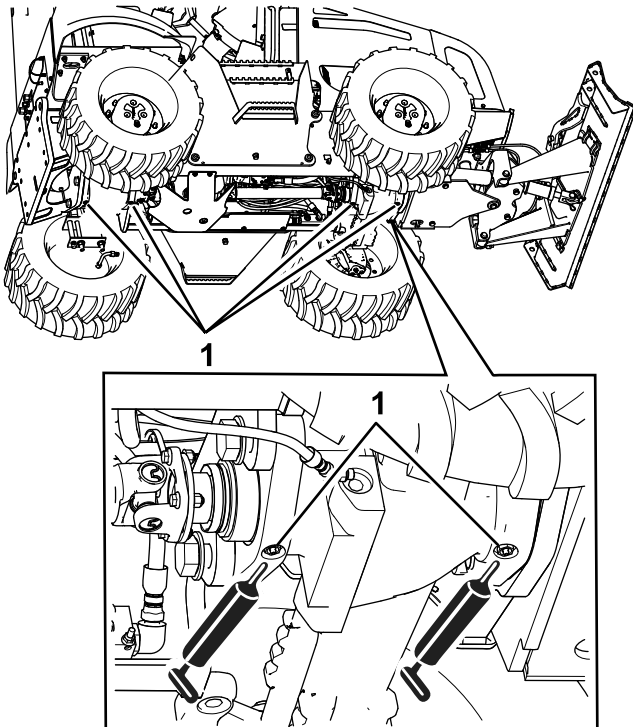

Bild 61
3. Setzen Sie eine Fettpresse auf die Schmiernippel für die Kippdrehzapfen an der Vorder- und Hinterachse und drücken Sie zwei bis drei Stöße des Fetts auf jeden Schmiernippel ein (Bild 61).